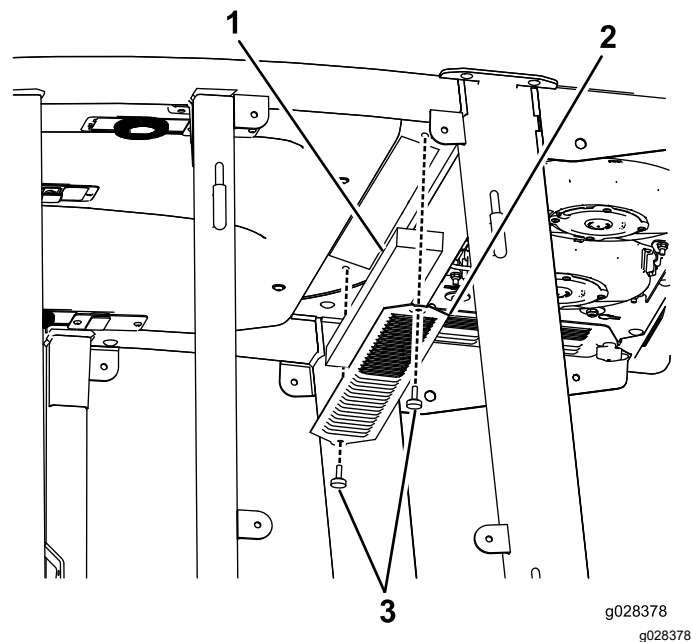

Bild 138
3. Nehmen Sie die 22 Schrauben ab, mit denen das Dach befestigt ist, um das Kabinendach von der Kabine abzunehmen (Bild 138).
4. Entfernen Sie die Luftfilter (Bild 138).
5. Entfernen und reinigen Sie die Klimaanlagenschlangen (Bild 138).